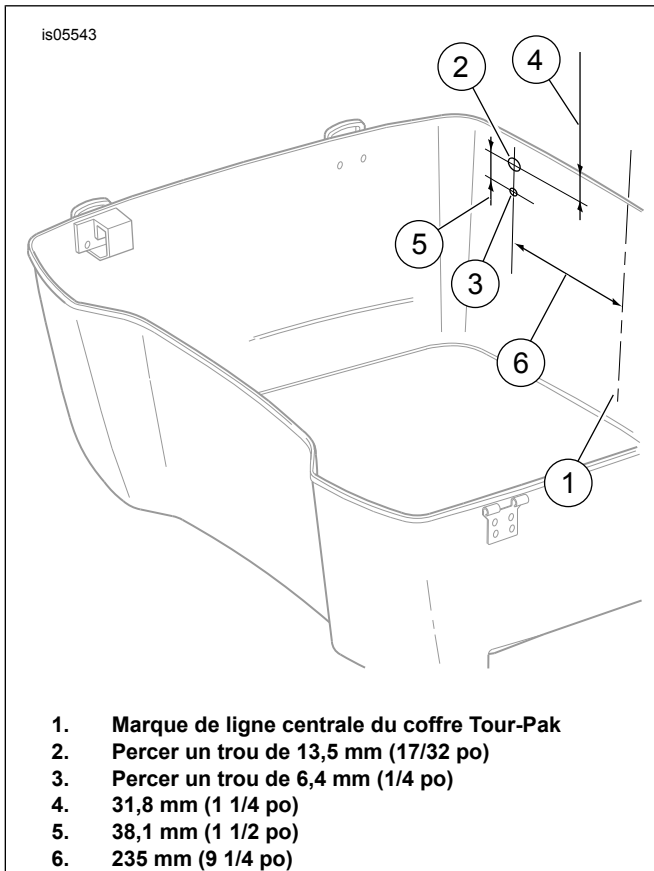

Figure 1. Emplacement du perçage de l'antenne CB du coffre Tour-Pak
5. Voir Figure 1. Mesurer et déterminer le centre (1) de la paroi arrière extérieure du coffre Tour-Pak.
10. Mesurer à nouveau et marquer le ruban à 235 mm (9 1/4 po) (6) de la ligne centrale, près du sommet du morceau de ruban, et aussi près du bas du morceau de ruban. Tracer une ligne entre la marque de dessus et la marque de dessous.
11. Mesurer vers le bas 31,8 mm (1 1/4 po) (4) à partir du bord supérieur du coffre Tour-Pak sur la ligne verticale de droite et tracer une ligne horizontale courte (2) en travers de la ligne verticale.
12. Mesurer vers le bas 38,1 mm (1 1/2 po) (5) à partir de la **première** ligne horizontale et tracer une autre ligne horizontale courte (3) en travers de la ligne verticale.
- b. Percer un trou de 13,5 mm (17/32 po) (2) à travers le trou guide **supérieur**.